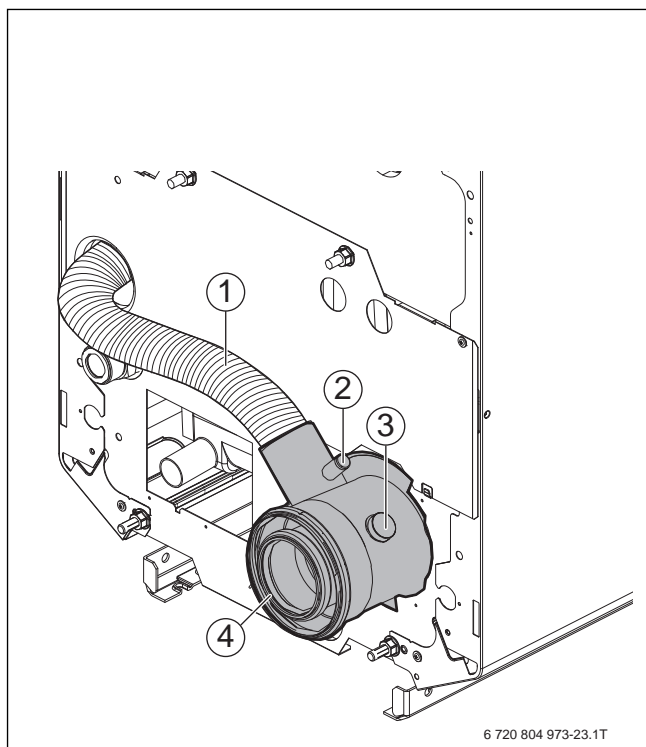

Рис. 24 Штуцер подачи воздуха - отвода дымовых газов
Замеры всегда выполняются в трубе отвода дымовых газов (→ рис. 24, [3]) или в штуцере подачи воздуха - отвода дымовых газов (→ рис. 24, [2]).
- ▶ Опустите измерительный датчик в отверстие для замеров в патрубке дымовых газов (→ рис. 24, [3]) в центр потока (середина трубы), где дымовые газы имеют наивысшую температуру.